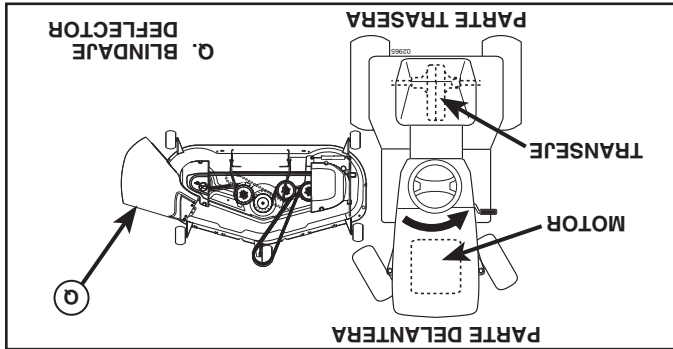

Fig. 6
3. GIRE EL VOLANTE HACIA LA IZQUIERDA Y UBIQUE LA CORTADORA DE CÉSPED EN SU LUGAR (Vea Fig. 6)
• Gire el volante completamente hacia la izquierda y ubique la cortadora de césped en el lado derecho del tractor con el blindaje deflector (Q) a la derecha.